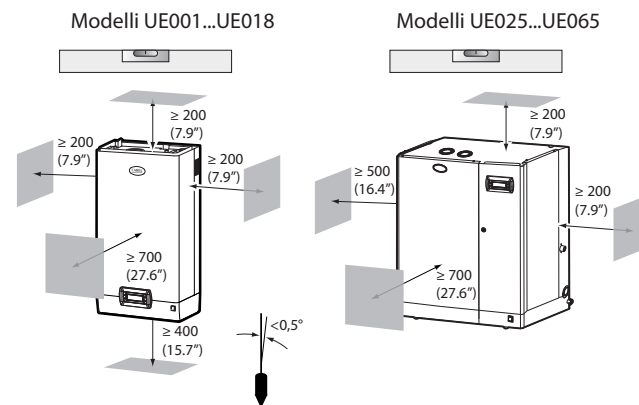

Fig. 1.b
- posizionare l'umidificatore in piano orizzontale, osservando gli spazi minimi (vedi Fig. 1.b) per consentire le operazioni necessarie di manutenzione.
Montare l'umidificatore a parete tramite la staffa di supporto già fissata sull'umidificatore, utilizzando il kit di viti in dotazione (per le quote in mm/inch vedi Fig. 1.d).